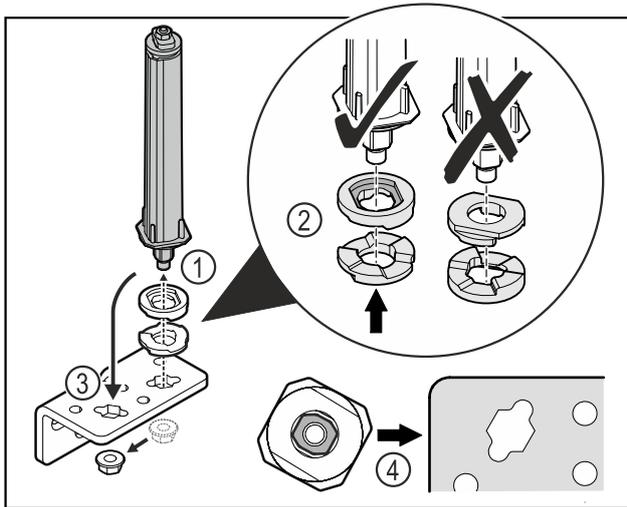

Fig. 39
- ▶ Atlaisvinkite veržlę ir pašalinkite durų uždarymo sistemą Fig. 39 (1).
- ▶ Atkreipkite dėmesį į tai, kad aukščio reguliavimo poveržlės būtų tinkamai išlygiuotos Fig. 39 (2).
- ▶ Perkelkite durų uždarymo sistemą šarnyriniame kampuočiuje ir užfiksuokite veržlę Fig. 39 (3).
- ▶ Įstatydami atkreipkite dėmesį į tai, kad durų uždarymo sistema būtų tinkamai išlygiuota Fig. 39 (4).